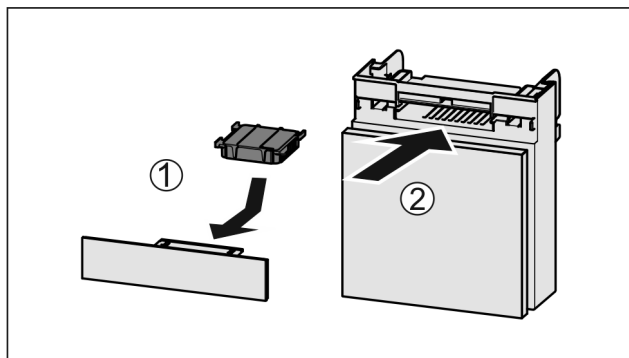

Fig. 83
- ▶ Vložte aktívny uhlíkový filter podľa obrázka Fig. 83 (1).
- ▶ Zasuňte zásuvku Fig. 83 (2).